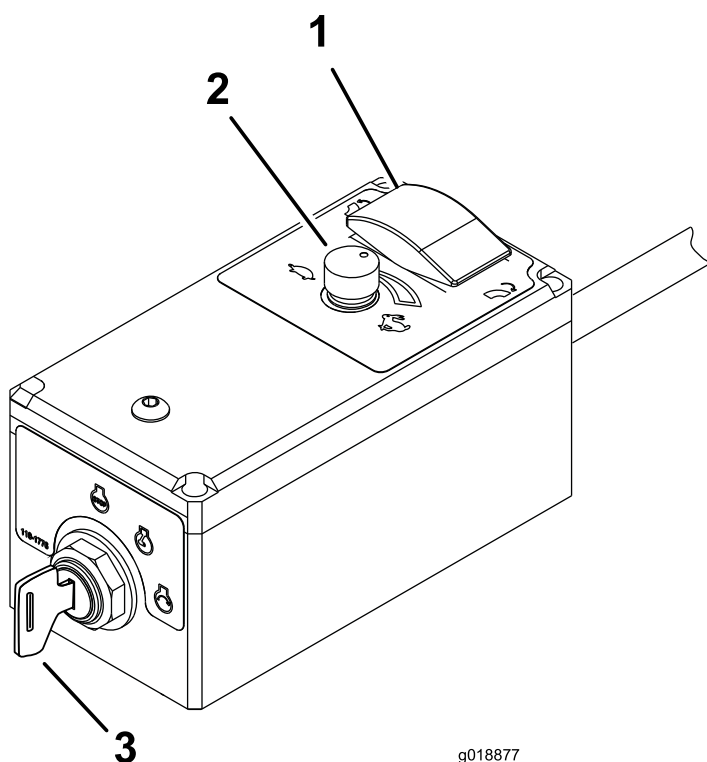

Figura 10
- Gire la llave de contacto en sentido horario a la posición de ARRANQUE para arrancar el motor; suelte la llave cuando el motor arranque (Figura 10).
- Si va a dejar la máquina, gire la llave del motor a la posición de DESCONECTADO y retírela del interruptor (Figura 10).